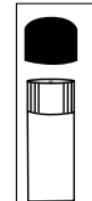

figura 3A
2. Retire la tapa del vinilo del vial para exponer el agujero de fuga pequeña, como se muestra en la Figura 3A a continuación. NO DESENRROSQUE LA TAPA NEGRA DE LA BOTELLA.